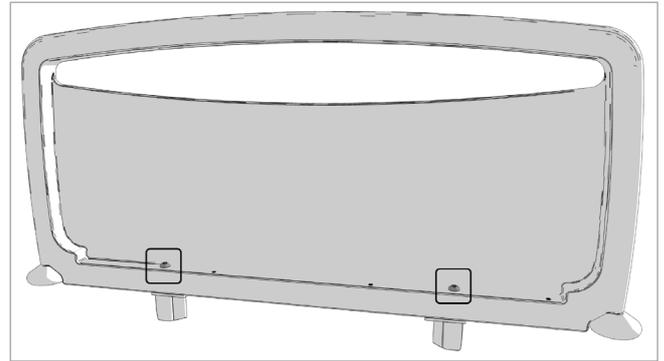

Figure 8.11
12. Répétez les étapes précédentes pour poser la tête de lit. L'orientation correcte de la tête de lit est celle des fixations mises en évidence dans la Figure 8.11 tournées vers l'extérieur du lit.